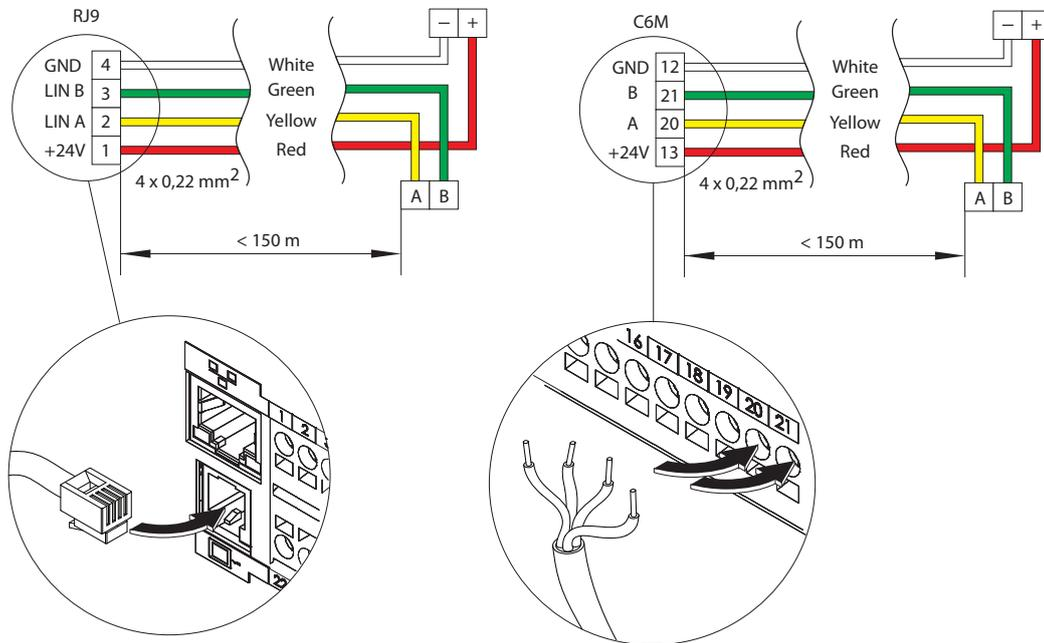

Рис. 16. Электрическая схема провода пульта
- **DX (15–16)** – сигнал управления для внешнего охладителя/нагревателя прямого испарения (DX).
- Пульт управления (см. Рис. 16)